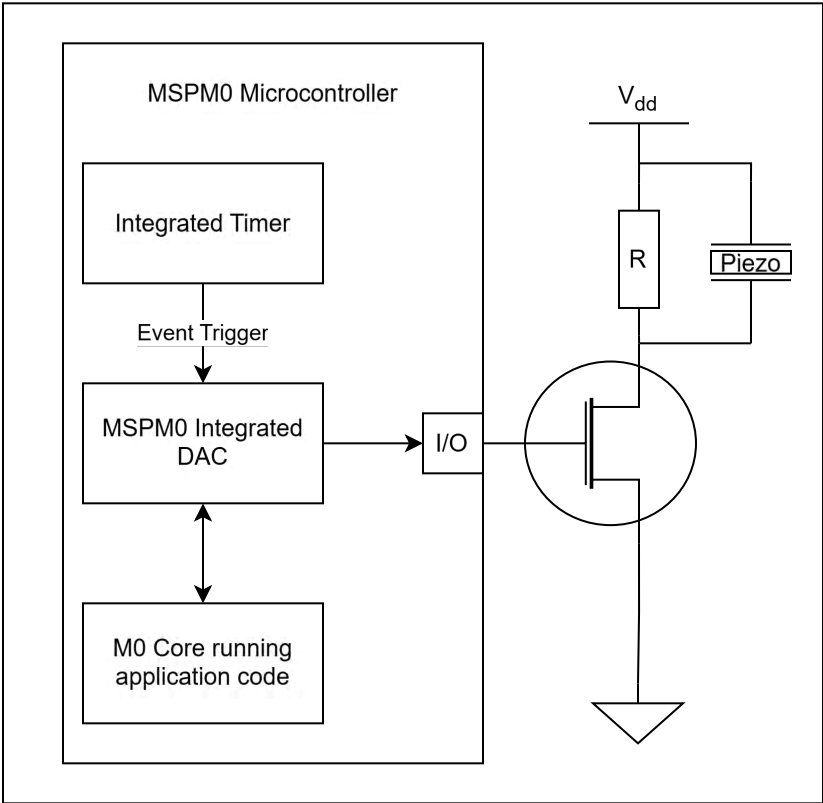

图 1-1. DAC 至蜂鸣器子系统方框图
5. 在 SysConfig 中，将计时器配置为事件发布者以触发 DAC12 模块，将 DAC 设置为在 FIFO 模式下运行（为半空事件启用中断），并将 DAC 输出路由到连接到蜂鸣器的相应 GPIO 引脚，如图 1-1 所示。